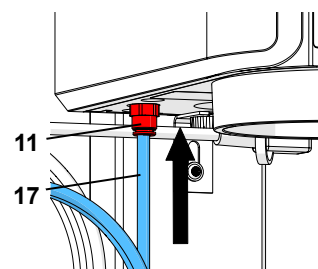

Fig. 5-a
**Negli apparecchi precedenti il filtro di ingresso (12) è disposto all'esterno dell'apparecchio (Fig. 5-b). In questi casi introdurre il tubo flessibile dell'aria compressa (17) nel filtro di ingresso (12). Nel far ciò è necessario superare una percepibile leggera resistenza. Non utilizzare MAI l'apparecchio senza filtro di ingresso!**